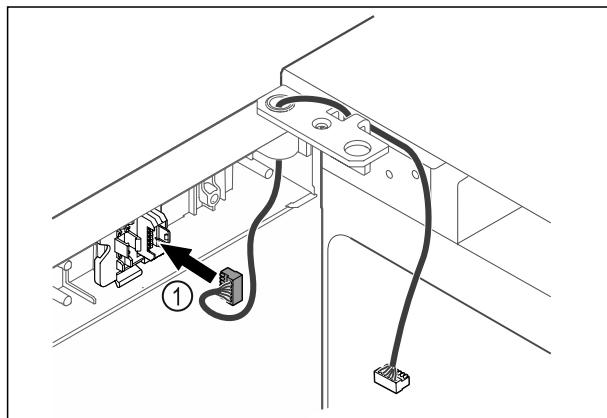

Fig. 62
- Sett pluggen Fig. 62 (1) i pluggholderen.